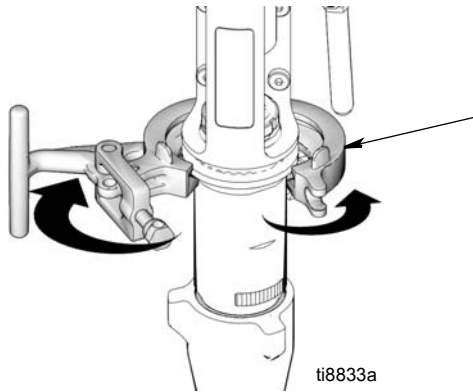

FIG. 18
8. (Fig. 18) Deschideți colierul (247).